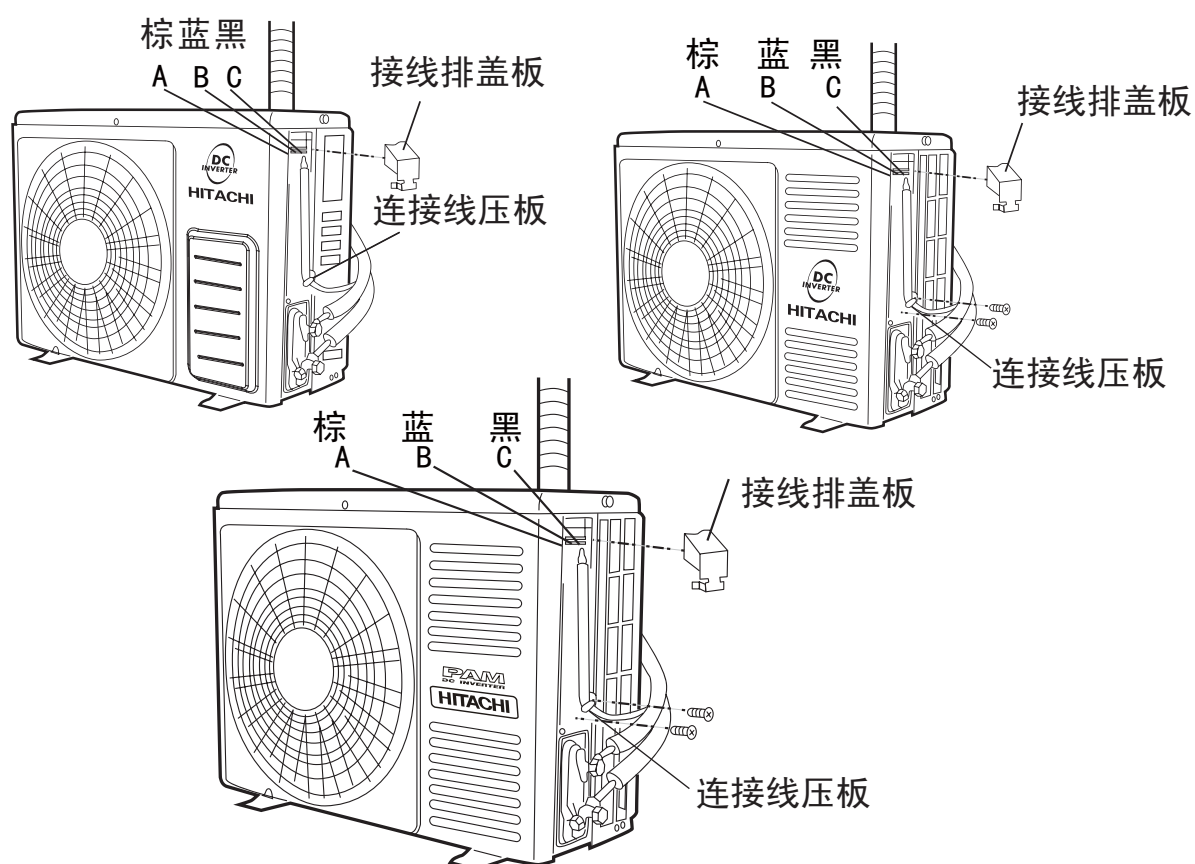

图23
- (1) 将接线排盖板取下。
- (2) 将连接电缆分别按图23正确的牢固连接。(紧固力矩为8~15kgf.cm)